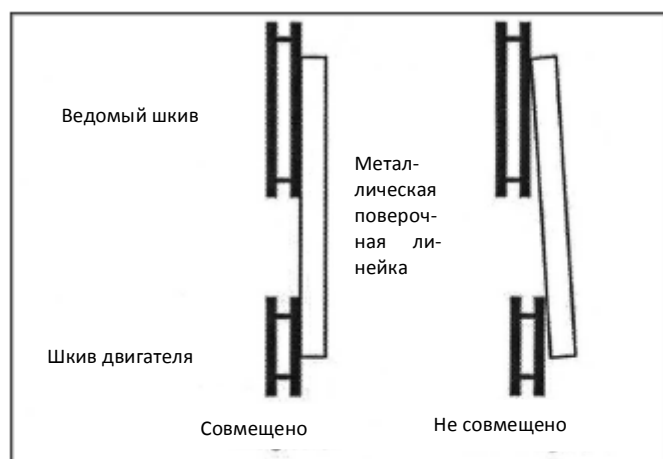

Рис. 13
2. Если поверочная линейка не прилегает плотно к обоим торцам шкивов, как показано на рис. 13, открыть заднюю панель и ослабить четыре шестигранные гайки на плите двигателя (показаны на **рис. 11**) ключом на 12 мм.